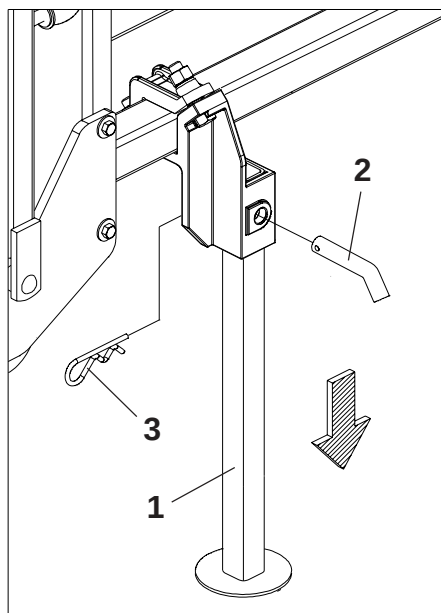

FIGURA 25
1 - Levante a sementeira através do acionamento do cilindro hidráulico. Abaixé os suportes de apoio (1) e fixe com o pino (2) e trava (3), **conforme mostra a figura 25.**